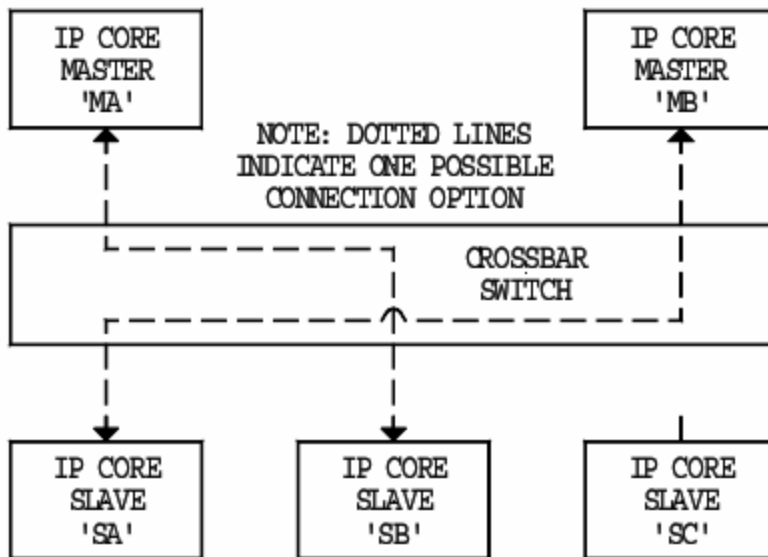

图 1-4 Wishbone 的 Crossbar 互连结构
- 交叉开关 (Crossbar switch) (图 1-4)，同时连接多个主从部件，提高系统吞吐量。